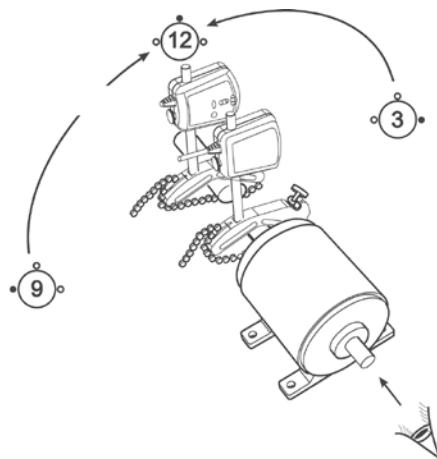

图10. 12点钟的位置
- a) 将两个测量单元转到12点钟的位置，利用水平仪的指示。（见图10）。